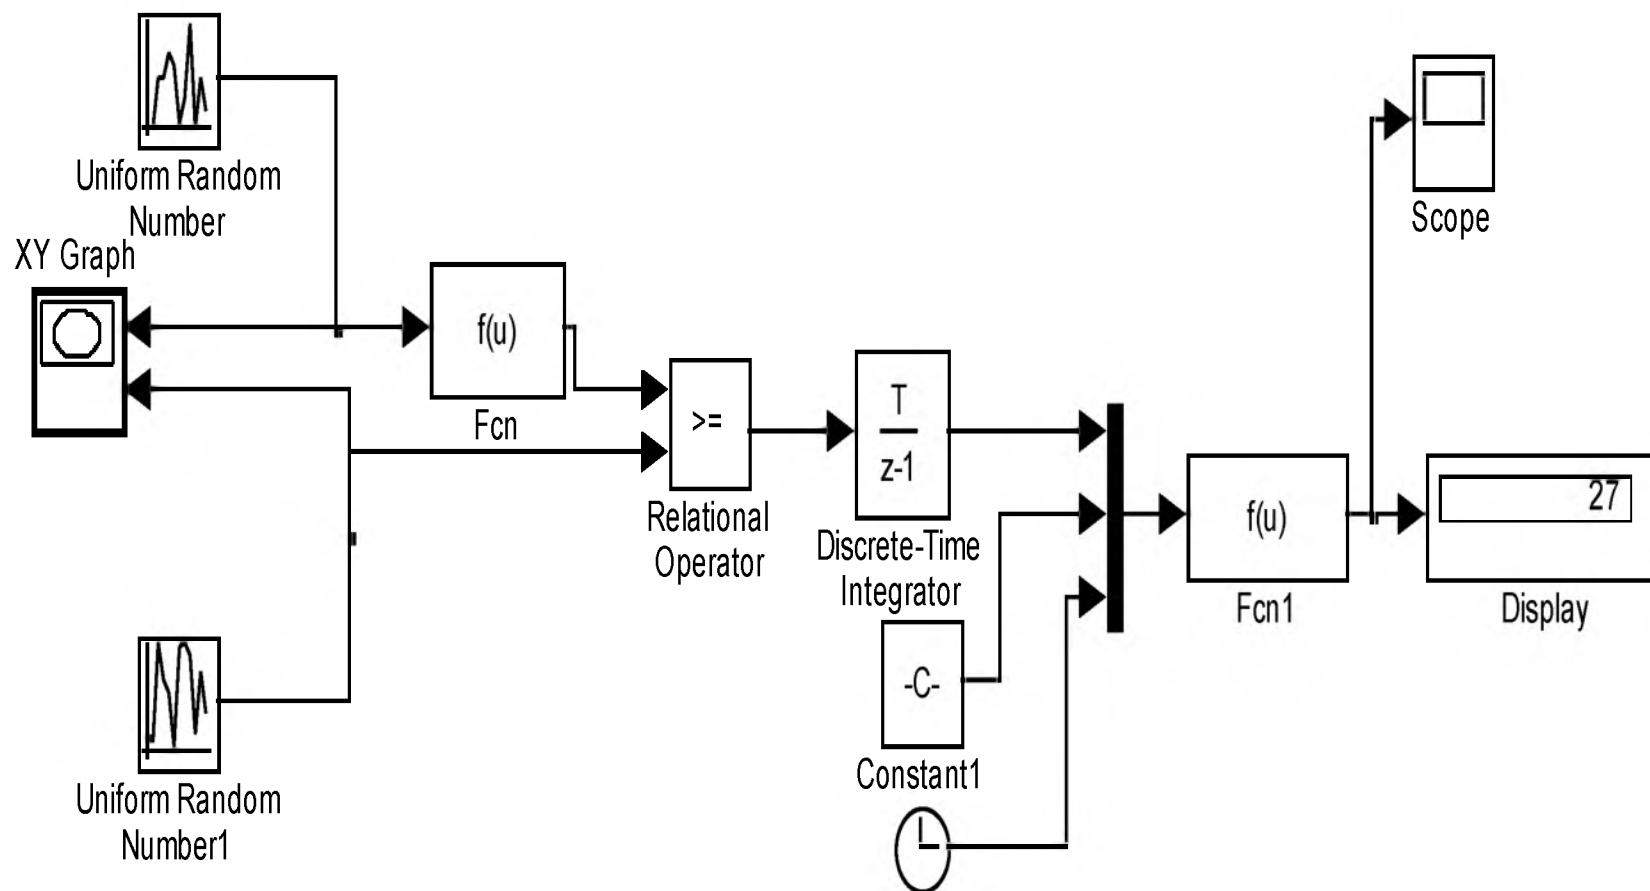

Рис. 2.13. Пример схемы модели для подсчета интегралов
1.1. Соберите модель, используя за образец схему на рис. 2.13. Задайте параметры для блоков **UniformRandomNumber** для своей задачи по образцу прошлой модели. Следите за начальными зернами.